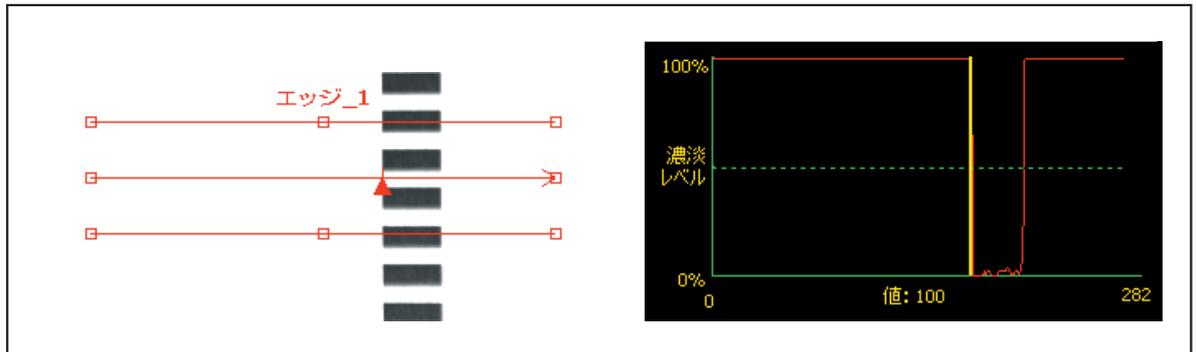

Fig.1-9b
**例2:** Fig.1-9bのイメージは、細いバーでも検出できるように十分な幅にROIを拡張した場合を示しています。このように幅を広げると、必ず1つのエッジが検出されます。